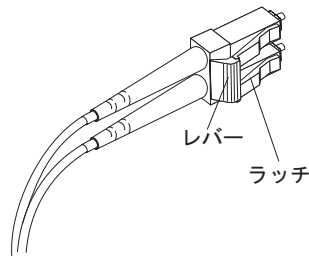

図 27. LC-LC ファイバー・チャネル・ケーブルのレバーおよびラッチ
1. LC-SC ケーブル・アダプターの LC コネクタ側に接続されているケーブルの端のレバーを押し下げたまま、ラッチを解放します。図 27 は、レバーおよびラッチの位置を示しています。